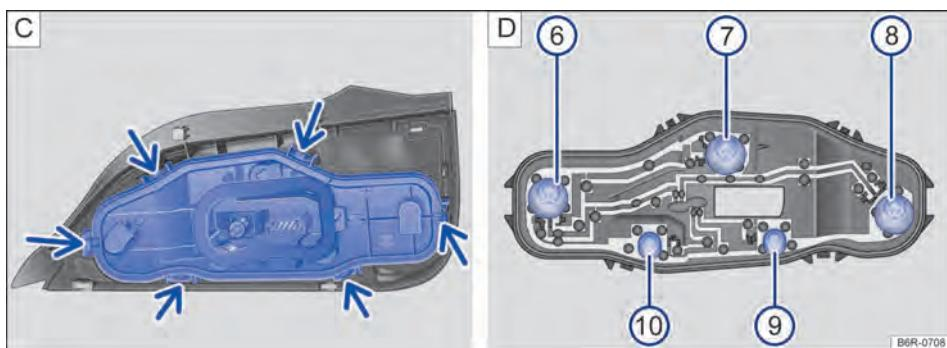

Fig. 118 Lanterna traseira: C: desinstalar o suporte da lâmpada, D: desinstalar a lâmpada incandescente.
- ① Para destravar o suporte das lâmpadas, pressionar cada lingueta de travamento (setas) → Fig. 118 C no sentido das setas.
- ② Remover o suporte das lâmpadas da lanterna cuidadosamente.
- ③ Para remover as lâmpadas incandescentes queimadas → Fig. 118 D, pressionar a lâmpada contra o suporte e girar no **sentido anti-horário** para removê-la.
- ④ Substituir a lâmpada incandescente queimada por uma lâmpada incandescente nova do mesmo modelo.
- ⑤ Para inserir as lâmpadas novas no suporte, colocar a nova lâmpada no respectivo alojamento, pressionar a lâmpada e girar no **sentido horário** até o batente.
- ⑥ Certificar-se de que as lâmpadas estão corretamente fixadas no suporte.
- ⑦ Instalar o suporte das lâmpadas na lanterna traseira. As linguetas de travamento → Fig. 118 C (setas) devem encaixar de forma audível.
A localização e a identificação das lâmpadas incandescentes → Fig. 118 D estão relacionadas a seguir: